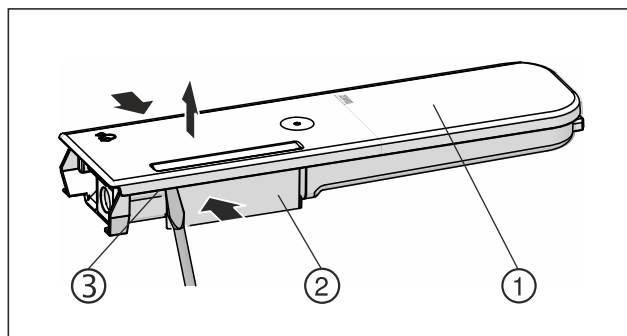

Fig. 153
- ▶ Presați rezervorul de apă Fig. 153 (2) împreună și trageți cu grijă capacul Fig. 153 (1) peste ciocurile opritoare Fig. 153 (3) și trageți-l în sus.
- ▶ Mișcați ușor capacul Fig. 153 (1) înainte și înapoi și scoateți-l în sus.